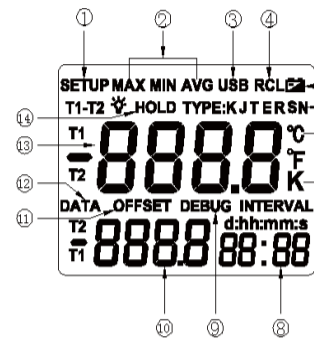

Рисунок 2. Дисплей ЖК-дисплей
- Рисунок 2 и Таблица 4 для ЖК-дисплея;